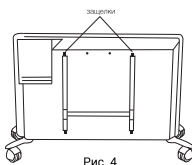

Рис. 4
- освободить настенный кронштейн от конвектора, необходимо следующим образом: нажмите на защелки и потяните кронштейн на себя нажав вниз на две защелки (рис. 4). Во время монтажа желательно использовать защитные перчатки;
Конвектор не требует специального ухода. Перед обслуживанием (уходом) необходимо выключить конвектор из электросети и убедиться, что он остыл. Корпус прибора следует время от времени протирать мягкой тряпкой или влажной губкой. Ни в коем случае не используйте абразивные, пемоющие средства и растворители. Произвести чистку пространства позади установленного на стене обогревателя довольно несложно. Нажмите вниз две защелки (рис. 4) на задней стенке обогревателя и потяните сам обогреватель вперед. После того, как он будет снят, можно будет вымыть стенку, на которой он был установлен. После завершения уборки установите обогреватель в его нормальное рабочее положение.